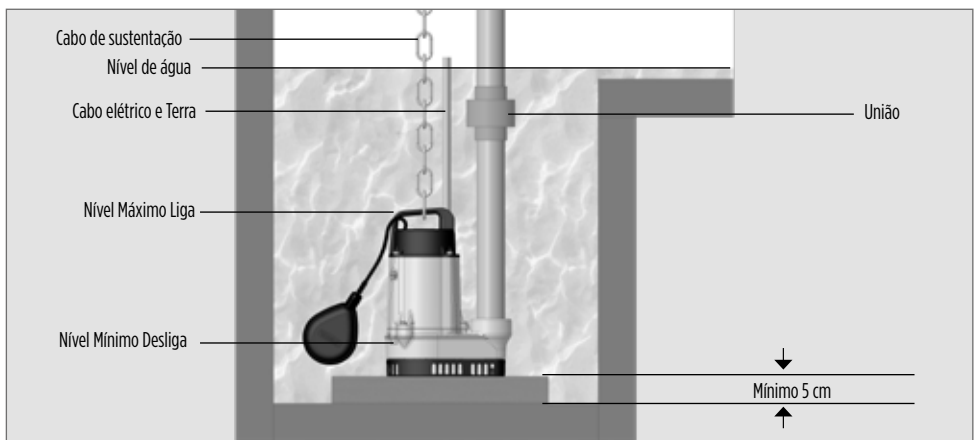

Figura 3 – Esquema de instalação sem pedestal e com boia elétrica
Para instalação sem pedestal, desça a motobomba lentamente com auxílio de uma corrente, cabo de aço ou corda de nylon atado na alça, conforme Figura 3 ou 4.
- As motobombas submersíveis devem trabalhar sempre totalmente submersas, com 10 cm de líquido acima da tampa do motor, no mínimo. Para a série Brava e BCS-255 monofásicas com boia elétrica integrada ao produto, observe os níveis mínimos de submersão conforme figura 3.